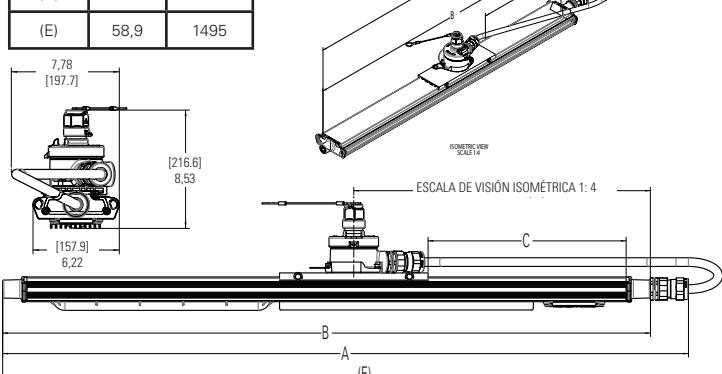

Imagen 10
3. Instale el soporte de montaje deslizante con la caja de conexiones en la brida de montaje del dispositivo como se muestra en la Imagen 10. Ajuste la posición del montaje deslizante a la dimensión C que se muestra en el cuadro. Nota: La dimensión C hace referencia al extremo de la brida de montaje del dispositivo.
4. Ajuste los dos (2) tornillos de fijación de 1/4" en el soporte de deslizamiento hasta que estén abajo. Gire a 78 pulgadas-libras (8.8 N·m).
6. Instale un (1) cuerpo de rosca del casquillo prensacable a la caja de conexiones y un (1) cuerpo de rosca del casquillo prensacable para centrar en el extremo del controlador del dispositivo. Consulte el CAP184288 y ADE 6F para la instalación del cable y las instrucciones de preparación del mismo.
7. Forme el cable aproximadamente como se muestra en la Imagen 10.